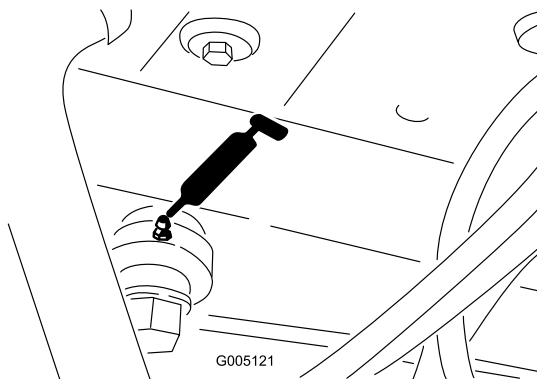

Figura 34
- Extremo del cilindro de dirección (Figura 34)